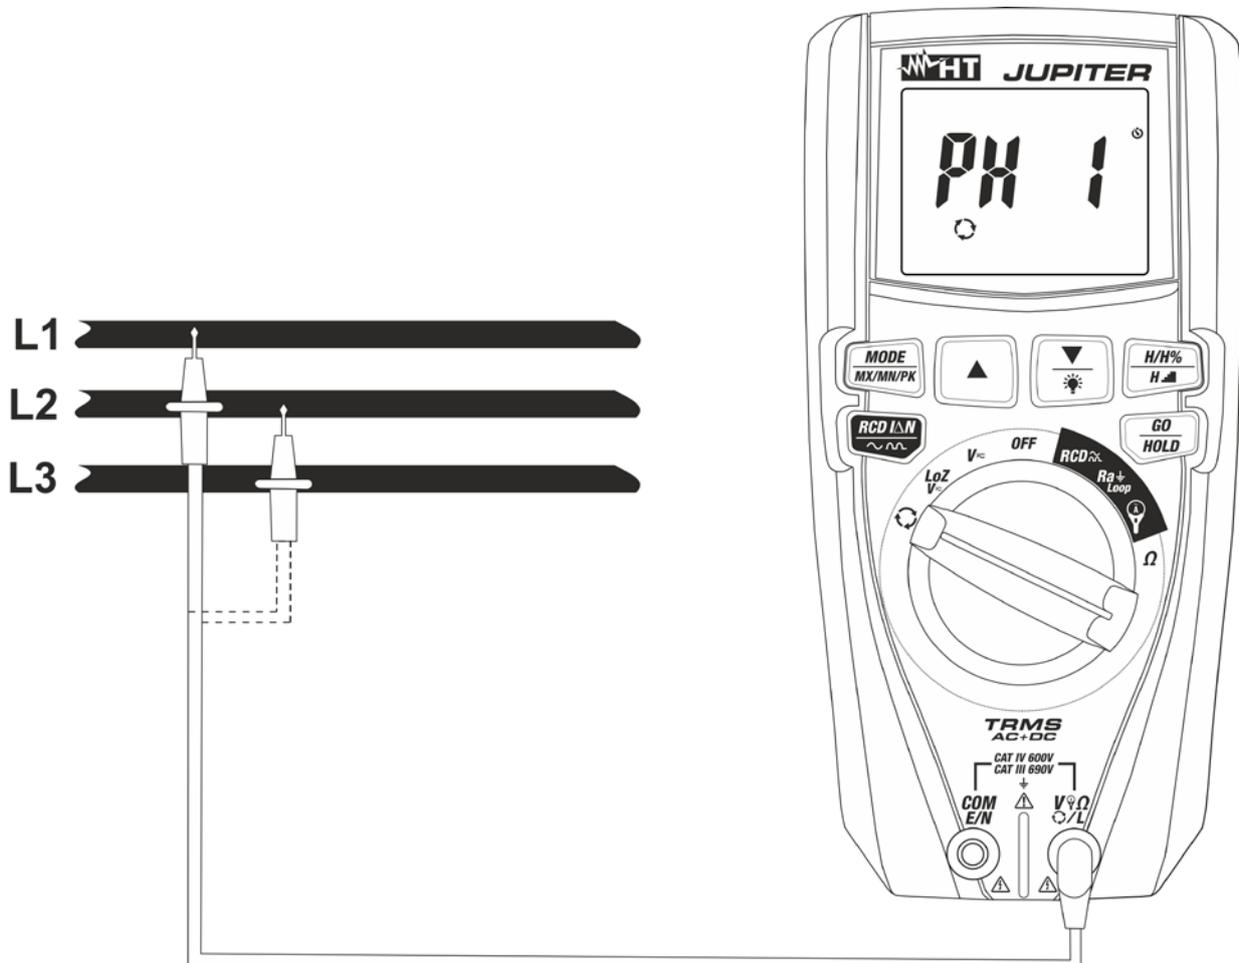
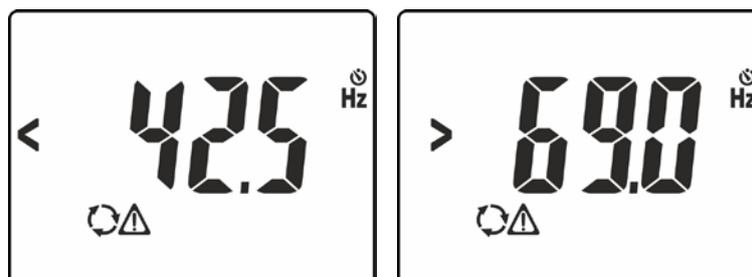
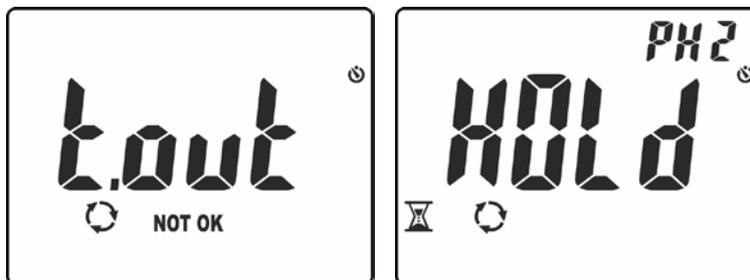

Fig. 12: Uso do instrumento para efetuar o teste de sentido cíclico e concordância das fases
Fig. 13: Sinalização de tensão com frequência errada
Fig. 15: Reconhecimento da fase L1 e aguardando pela fase L2
3. Colocar a ponteira vermelha na fase **L1** do sistema trifásico em exame (ver Fig. 12). As seguintes mensagens podem aparecer no display (ver Fig. 13) para identificar a presença de um sinal de tensão com frequência externa no intervalo **42.5Hz ÷ 69Hz**. Nestas condições o instrumento não executa o teste.
6. Colocar a ponteira vermelha na fase **L2** do sistema trifásico em exame (ver Fig. 12). Nos casos em que a passagem entre a fase L1 e a fase L2 tenha um tempo superior a **10s**, o instrumento apresenta a mensagem “**t.out**” no display (ver Fig. 15 – parte esquerda). Em condições corretas de tensão e frequência, o instrumento apresenta a mensagem “**HOLD**”, os símbolos  e “PH2” e emite um som contínuo aguardando pelo reconhecimento de um valor estável da tensão na fase L2 (ver Fig. 15 – parte direita).